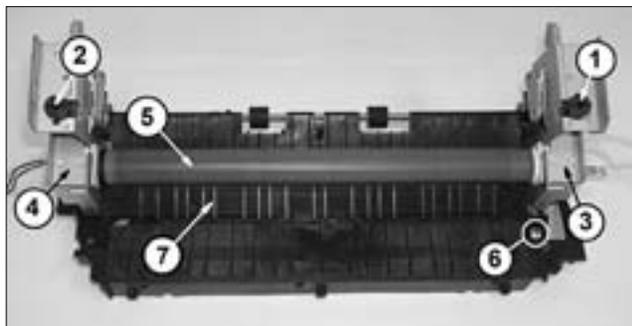

Рис. 17
3. Нажимают на правый держатель пружины прижима верхней части узла термозакрепления к резиновому валу (рис. 17, поз. 1), поворачивают против часовой стрелки на 90° (до совмещения выступов с пазами) и, переместив вверх, снимают с узла. Левый держатель (поз. 2) снимают аналогично правому.
5. Снимают правую и левую прижимные пластины (рис. 17, поз. 3 и 4).
7. Приподнимают верхнюю часть узла термозакрепления (рис. 17, поз. 5) и снимают ее с основания.
8. Откручивают саморез (рис. 17, поз. 6) и снимают направляющую бумаги (поз. 7).